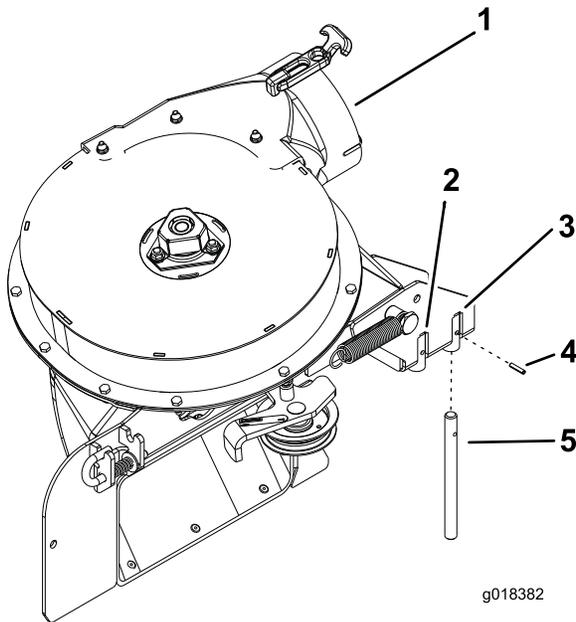

Bild 34
Stellen Sie sicher, dass der Lagerbolzen am Gebläse an der richtigen Stelle ist (Bild 34).
- Setzen Sie den Lagerbolzen an 122-cm- oder 132-cm-Mähwerken in das vordere Loch ein (Bild 34).
- Setzen Sie den Lagerbolzen an 152-cm-Mähwerken in das hintere Loch ein (Bild 34).